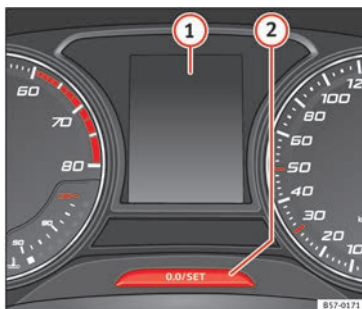

Fig. 48 Combiné d'instruments
» fig. 48 ①.
Maintenez le bouton **0.0/SET** enfoncé pendant plus de 5 secondes pour consulter le message d'entretien » fig. 48 ②.
- Éteignez le contact, appuyez sur le bouton **(0.0/SET)** » fig. 48 ② et maintenez-le enfoncé.